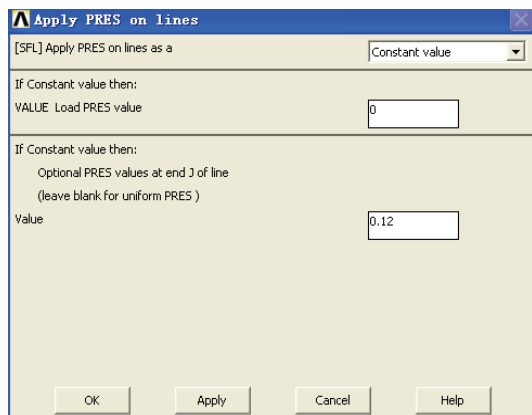

图 8-17 施加压力载荷对话框
8) 选择 Main Menu | Solution | Define Loads | Apply | Structural | Pressure | On Lines 命令, 出现 Apply PRES on Lines 拾取菜单, 在输入栏中输入 6, 单击 OK 按钮, 出现 Apply PRES on lines 对话框, 在 [SFL] Apply PRES on lines as a 下拉菜单中选择 Constant value, 在 VALUE Load PRES value 输入栏中输入 0, 在 Value 输入栏中输入 0.12, 如图 8-17 所示, 单击 OK 按钮关闭该对话框。